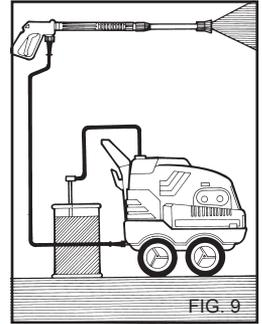

FIG. 9
- 3) Efter brug med rengøringsmiddel, skal indtagskreds-løbet skylles igennem; sæt sugeslangen for rengørings-smidlet (fig. 9) i en beholder med rent vand og lad pumpen køre i 1 minut med doseringshanen helt åben og spydet sat til levering af rengørings-smidlet.